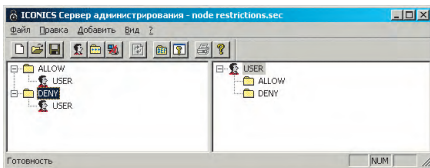

Рис. 12. Связывание пользователя с группами ALLOW и DENY
4. Добавьте нового пользователя и свяжите его с обеими группами одновременно (рис. 12). Закладки Теги OPC и Станции в свойствах пользователя оставьте пустыми.